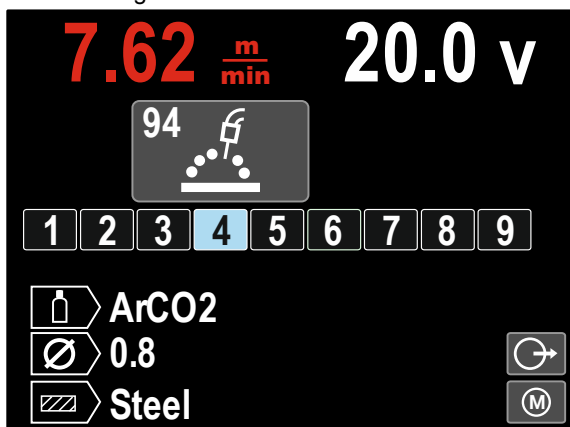

Figura 30
**Nota:** se i parametri salvati nella memoria del programma sono evidenziati in rosso (figura 30), significa che l'unità del punto di lavoro e/o il taglio nel Menu Impostazione non equivale a quella di questi parametri salvati nella memoria del programma. In tal caso, dopo il richiamo del programma di saldatura, i parametri contrassegnati in rosso verranno cambiati. Per ripristinare le conformità delle unità, accedere al Menu Impostazione e impostare i parametri P.28 e/o P.20 di conseguenza.